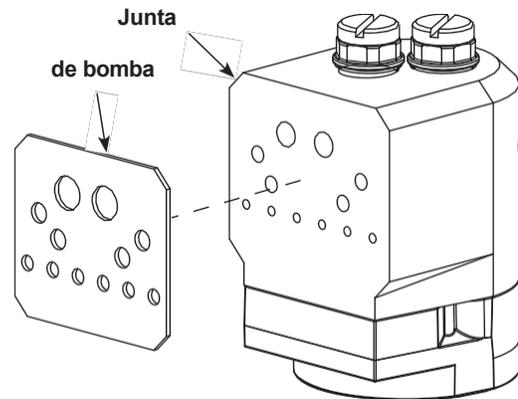

Figura 28 Sustitución de la junta de la bomba
- Véase la figura 28. Retire la junta de la bomba.